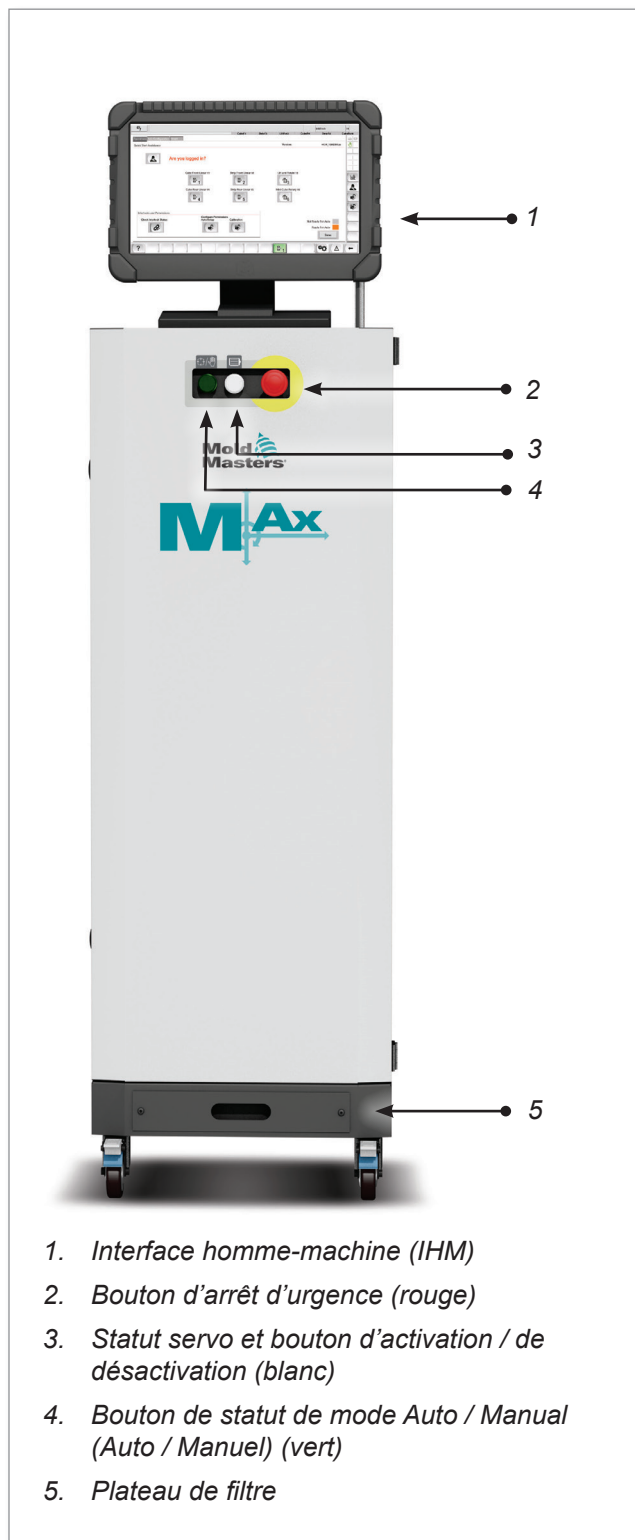

Figure 4-1 Partie avant du contrôleur M-Ax
2. Contrôleur servo : Les boutons Manual (Manuel) et Auto sont actionnés en appuyant sur le bouton jaune Auto/Manual (Auto/Manuel) situé sous l'IHM. Consultez la «Figure 4-1 Partie avant du contrôleur M-Ax» à la page 4-2.